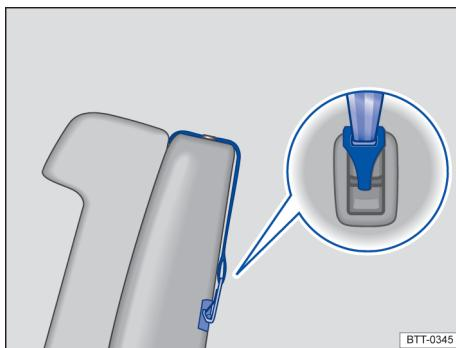

Fig. 36 Exemplo de um cinto de fixação superior preso.
- Caso seja fornecido juntamente com a cadeira de criança, colocar o cinto de fixação superior (Top Tether) da cadeira de criança entre o encosto do banco traseiro, fixando-o no terminal de engate existente na parte posterior do encosto do banco → **Fig. 36**.